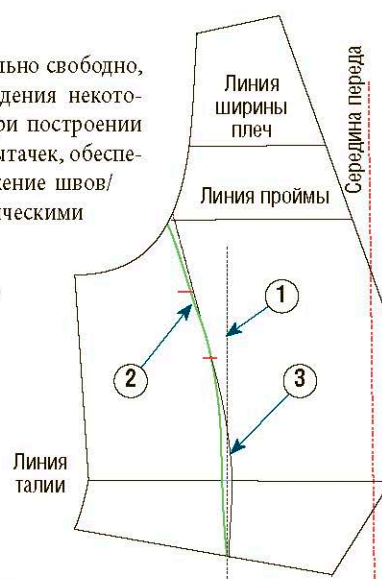

Рис. 2
① Для начала начертите ось вытачки, затем отметьте ширину ее раствора (на рис. 2 отмечена короткой голубой линией). Ось вытачки проходит почти на равном расстоянии от линий середины переда и боковины. Иногда она смещается в сторону боковой части ввиду особенностей телосложения, например выступающего живота.
2. Рельеф начинается от проймы, обычно на уровне линии проймы базового чертежа. Начертите тонкую кривую (на рис. 2 показана зеленой линией) до крайней точки ширины раствора вытачки, обозначенной на линии талии. Затем от линии талии опустите эту линию через ось вытачки до линии низа жилета.
3. Затем начертите вторую сторону рельефа (на рис. 2 отмечена черной линией), учитывая значение раствора талиевой вытачки. Эту линию нужно продлить до точки пересечения оси вытачки с низом жилета. Высота вытачки зависит от кривизны первой, уже начерченной стороны (отмеченной на рис. 2 зеленым цветом). Соединение обеих сторон вытачки должно быть ровным, чтобы после сборки линия рельефа оставалась ровной, а изделие плоским.